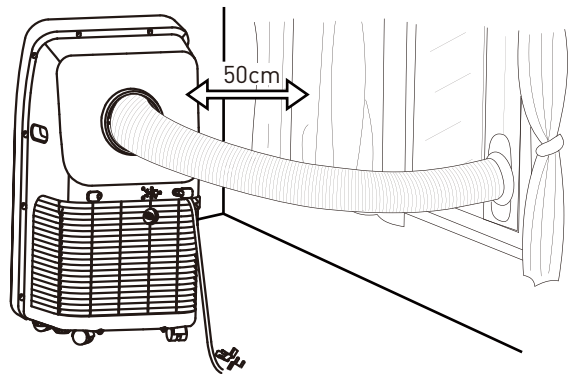

Fig. 4
- 1.) Collocare l'apparecchio su una superficie piana e garantire uno spazio libero intorno ad esso di almeno 50 cm per lato. (come illustrato in fig. 4)